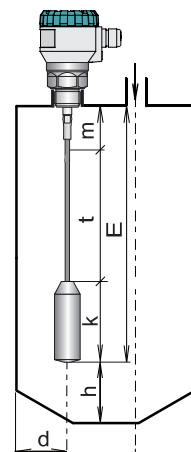

Рис. 16: Установка уровнемера с канатным электродом
- При установке уровнемеров с канатным электродом в глубоких бункерах и зернохранилищах длина электрода должна быть избрана таким образом, чтобы **весь груз** находился под минимальным измеряемым уровнем, поскольку в месте груза измерения уже не проводятся – см. Рис. 16.
- Расстояние электрода от стенки бака** должно составлять как минимум 300 мм. Вообще лучше выбирать как можно большее расстояние от стенки, посередине между стеной и вертикальным впускным отверстием – см. Рис. 16. Необходимо обеспечить, чтобы канатный электрод не прикасался к стенкам бака по причине перемещения измеряемой среды.